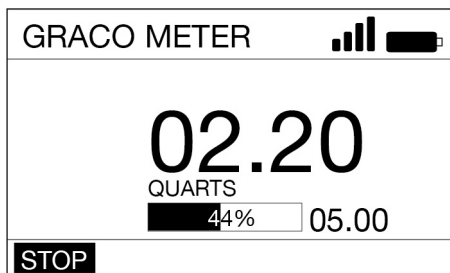

Fig. 34
3. Använd HÖGER- eller VÄNSTERPILEN för att välja STOP (J) (Fig. 34). Tryck på ENTER.